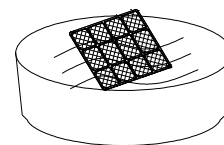

Fig. 2
2) Mettere il filtro in acqua calda (non superiore a 40°C) con detersivo neutro, risciacquarlo bene e lasciarlo asciugare all'ombra (**Fig.2**).